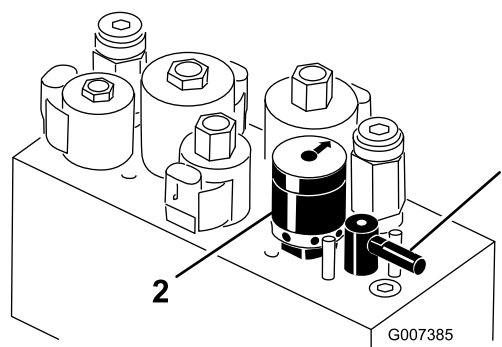

Figura 56
4. Para ajustar a velocidade dos cilindros, rode o manípulo (Figura 56) até que as setas indicadoras fiquem alinhadas com o número que designa o ajuste desejado.